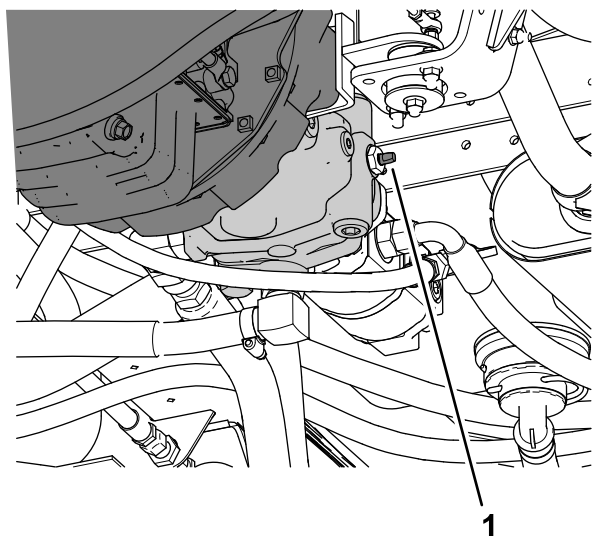

図 50
3. 牽引用バイパスバルブ 図 50 を左右どちらかに 90° 回転させるとバルブが開く。